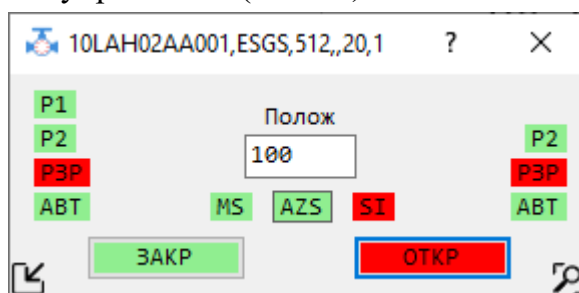

Рисунок 22 – Внешний вид окна управления задвижкой
7.9.2 Перечень состояний (команд) задвижки, которые могут быть изменены с помощью интерфейса пользователя (см. рисунок 22):